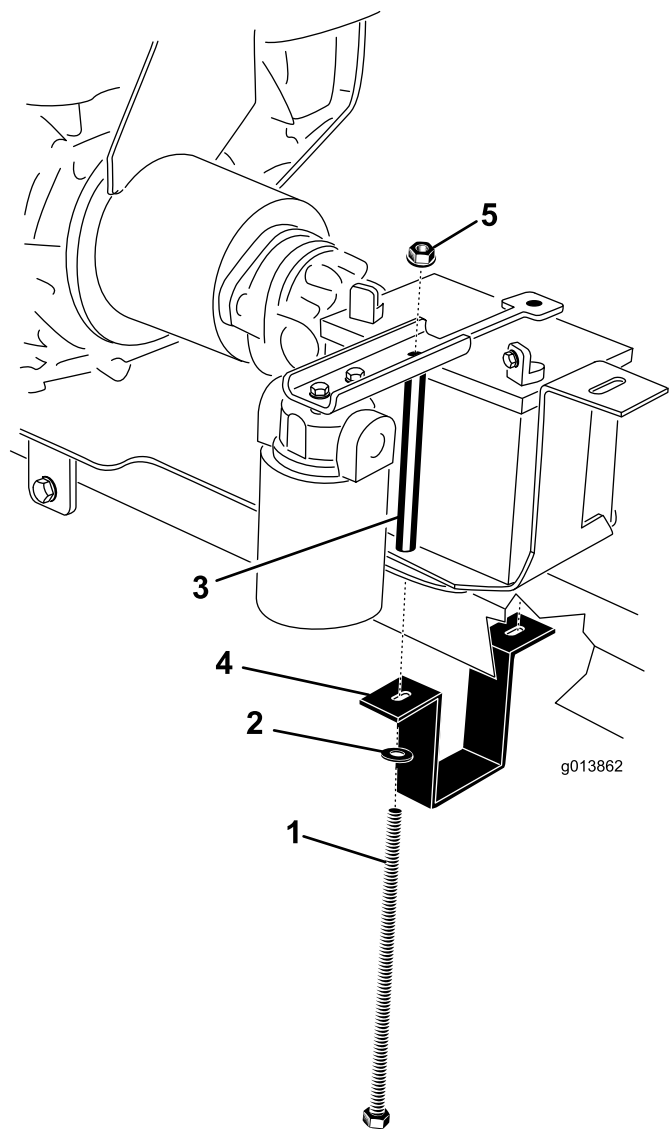

Figura 8
2. Parafusos de montagem (2)
22. Ajuste o suporte de montagem do motor de forma a que fique apertada no engate. Aperte totalmente os dois parafusos que prendem os suportes de montagem do motor à placa de montagem do motor (Figura 8).
24. Coloque a bateria no tabuleiro da bateria, posicionando os terminais como se indica na Figura 8.
25. Posicione o suporte da bateria na bateria (Figura 8).
26. Prenda a correia da bateria em redor do lado inferior do tubo de engate (Figura 8).
27. No lado direito, instale um parafuso da bateria através da anilha, fita de montagem da bateria, placa de montagem do motor, tabuleiro da bateria e suporte. Instale sem apertar uma porca flangeada (Figura 8).
28. No lado esquerdo, instale um parafuso da bateria através da anilha, fita de montagem da bateria, placa de montagem do motor, tabuleiro da bateria, tubo do parafuso da bateria e suporte. Instale sem apertar uma porca flangeada (Figura 8).